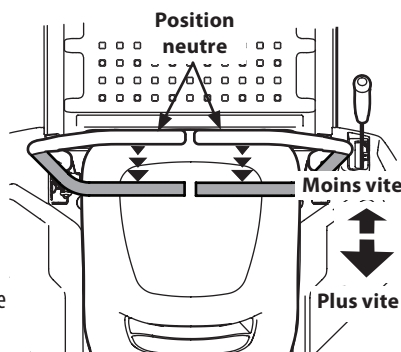

Figure 30
1. Poussez les barres de conduite lentement et graduellement vers l'arrière. L'appareil commencera à reculer. Voir Figure 30.